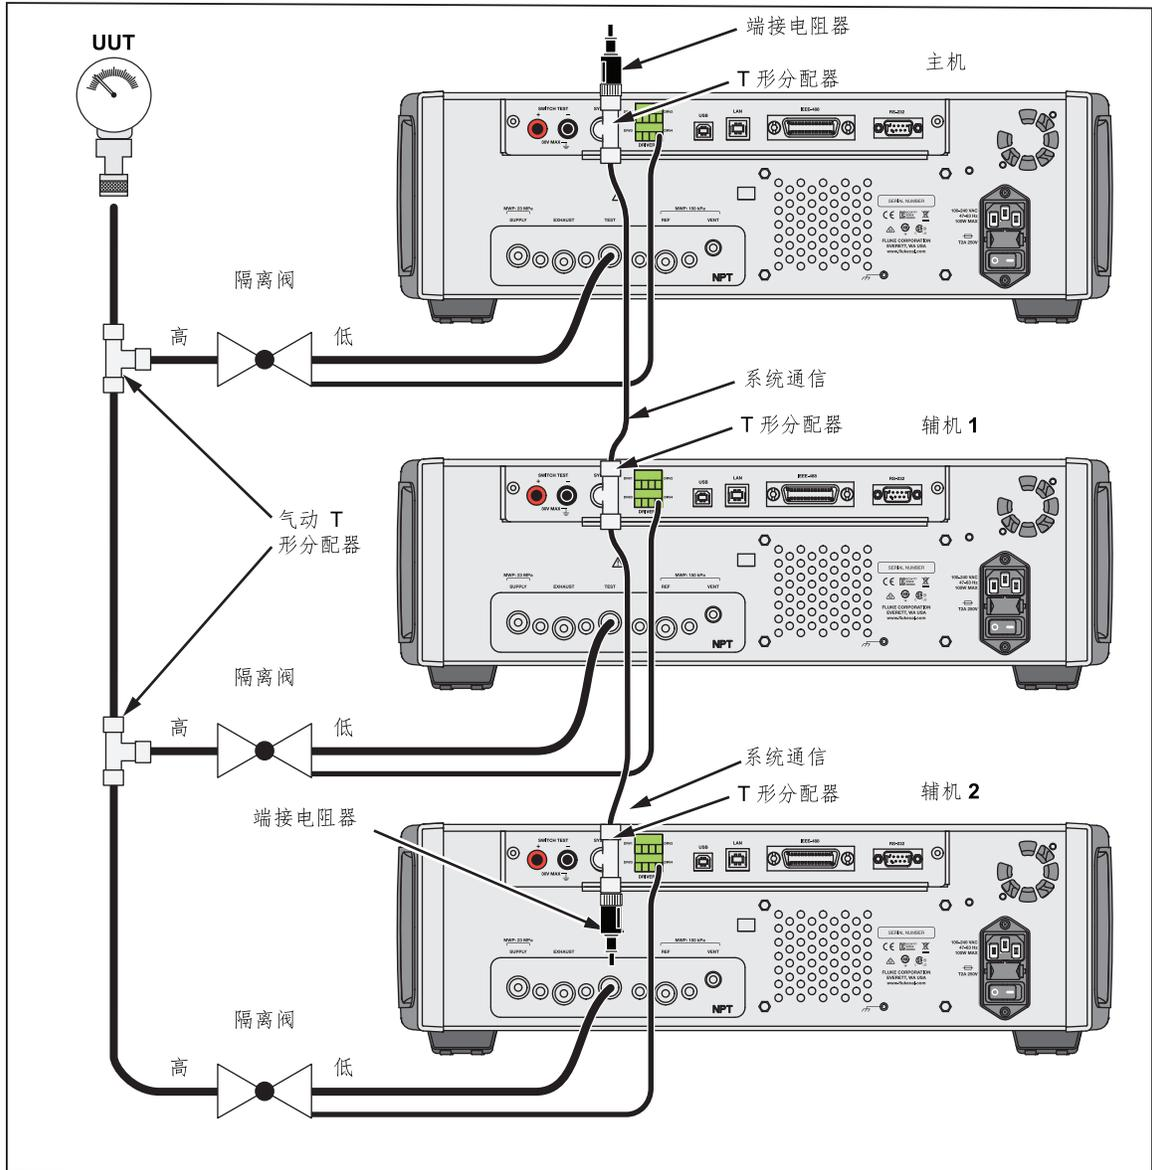

图 20. 系统叠加连接
- 电气连接套件（零件号 4579115）包括所需的电气系统接头和电线，如图 20 所示。
- b. 连接压力管路至通往被测装置且标记有“HIGH”的端口。必要时使用分配器连接至被测装置。请参见图 20。
叠加的系统的所有操作都是通过主控制器在前面板上或远程进行。和作为单独的装置使用时并没有不同。程序、任务、诊断和其他功能都可用，并且可以在叠加模式下使用。连接时，系统只使用主控制器的设置，不需要对每个控制器进行配置。连接时，主系统会检测已连接的其他系统并自动将它们识别为辅机 1 和辅机 2（参见图 20）。辅助装置的所有手动控制都被禁用，除中止按钮之外。如果在任何时间关闭主装置，则辅助系统将显示一个对话框，提醒用户已经与主装置失去连接。